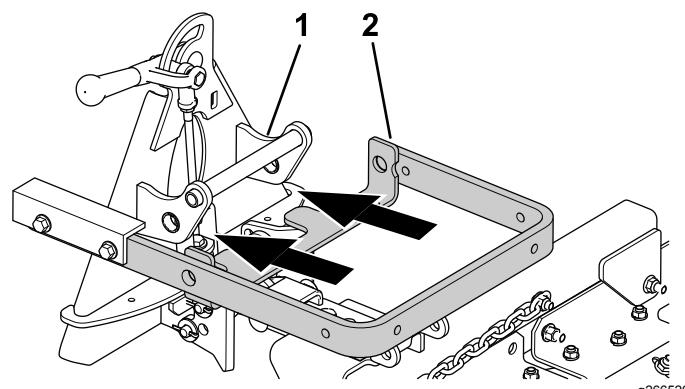
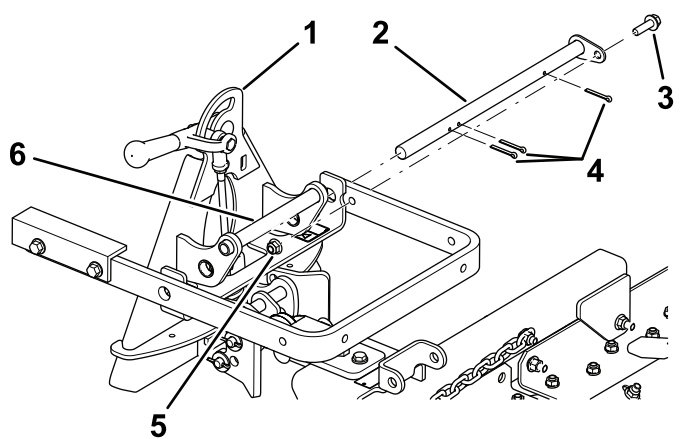

Figura 4
Figura 5
3. Alinhe o braço de elevação com o suporte no adaptador do acessório (Figura 4) e ligue-os utilizando barra articulada como ilustrado em Figura 5.
Nota: Ao mover o adaptador do acessório, utilize o manípulo fornecido na parte posterior do adaptador (Figura 4).
4. Prenda a barra articulada (Figura 5) com 3 contrapinos e um parafuso (¾ pol. x 1¼ pol.) e uma porca de bloqueio (¾ pol.).